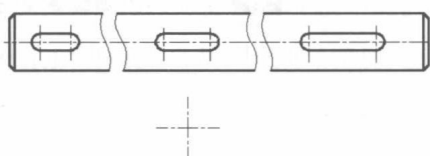
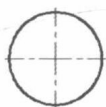
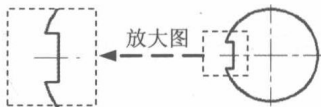

图 1.1.15 绘制中心线
图 1.1.16 绘制圆
图 1.1.17 创建键槽
Step1. 绘制图 1.1.15 所示的中心线。
(1) 将图层切换至“中心线层”。
(2) 确认状态栏中的  (正交模式) 和  (对象捕捉) 按钮处于激活状态。
(3) 绘制水平中心线。选择下拉菜单 **绘图(D)** → **直线(L)** 命令, 完成图 1.1.15 所示的水平中心线的绘制, 长度值为 60。
(4) 绘制垂直中心线。按 Enter 键重复执行直线命令, 在命令行中输入命令 FROM 并按 Enter 键, 捕捉并选取步骤 (3) 所绘制的水平中心线的左端点为基点, 输入直线起点的相对坐标值 (@30, 30) 并按 Enter 键, 向下移动光标, 输入数值 60 后按两次 Enter 键。
Step2. 绘制图 1.1.16 所示的圆。
(1) 将图层切换至“轮廓线层”。
(2) 选择下拉菜单 **绘图(D)** → **圆(C)** → **圆心、直径(D)** 命令, 选取 Step1 所绘制的两条中心线的交点为圆心, 输入直径值 55 后按 Enter 键。
Step3. 创建图 1.1.17 所示的键槽。
(3) 选择下拉菜单 **修改(M)** → **修剪(T)** 命令, 对图形进行修剪, 修剪后的结果如图 1.1.17 所示。